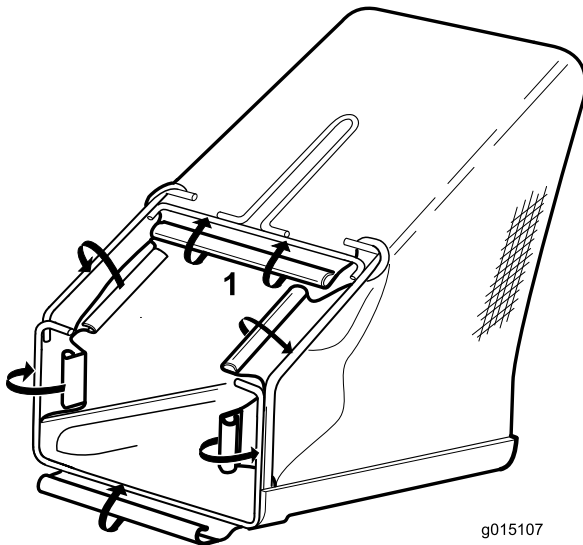

Bild 4
2. Bringen Sie die sechs Kunststoffclips am Drahtrahmen an; fangen Sie am Bügel an (Bild 4).